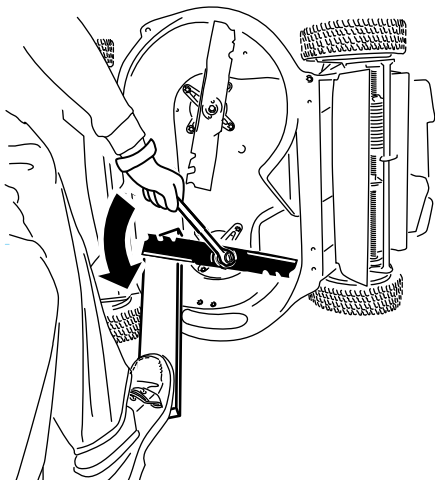

Figure 29
1. Utilisez un bloc de bois pour immobiliser chaque lame et tournez le boulon de lame dans le sens antihoraire, comme montré à la Figure 29.